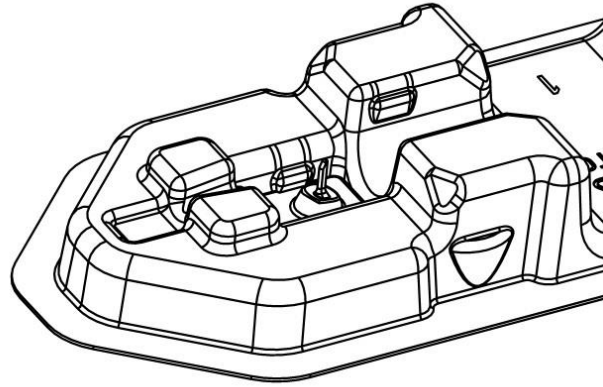

Figure 6
Étape 5. Retirer l'aiguille viscoélastique, tenir la partie principale du système d'injection préchargé de type rotatif et la tirer perpendiculairement à l'emballage-coque interne pour séparer le système d'injection préchargé de type rotatif de l'emballage-coque interne. Vérifier si la structure interne de la cartouche du composant de la colonne de support fixé sur l'emballage-coque interne est cassée ou endommagée. Si la structure de la tête d'insertion du composant de la colonne de support est cassée ou endommagée, veuillez utiliser un autre système EDOF LIO préchargé. Après avoir vérifié l'intégrité structurelle des composants de la colonne de support, comme illustré à la figure 6, jeter l'emballage-coque interne. Ne pas essayer d'injecter à nouveau un agent viscoélastique dans le système préchargé après que le système d'implantation préinstallé a été retiré de l'emballage-coque interne. Cela endommagerait la LIO.
Étape 6. Faire pivoter le composant constituant la tige de poussée vers l'avant en appliquant un mouvement doux et continu, de sorte que l'aiguille d'implantation puisse pousser doucement la LIO vers l'avant jusqu'à ce que le bord avant de la pièce optique de la lentille soit aligné avec la ligne « push to » de la cartouche (voir Figure 6). Cette étape prend au moins 6 à 8 secondes. Ne pas faire tourner brusquement et rapidement les composants de la tige de poussée ou ne pas faire reculer les composants de la tige de poussée lors du processus de rotation des composants de la tige de poussée vers l'avant, car cela pourrait entraîner un pliage incorrect de la LIO et un endommagement de la LIO. Pendant le processus d'injection, il est nécessaire de s'assurer que la structure de la rainure de serrage de tête de la partie constituant l'aiguille d'implantation entre en contact avec le bord arrière de la partie optique de la LIO, et que le bord arrière de la partie optique de la LIO est toujours situé dans la structure de rainure de serrage de tête de la partie constituant l'aiguille d'implantation.